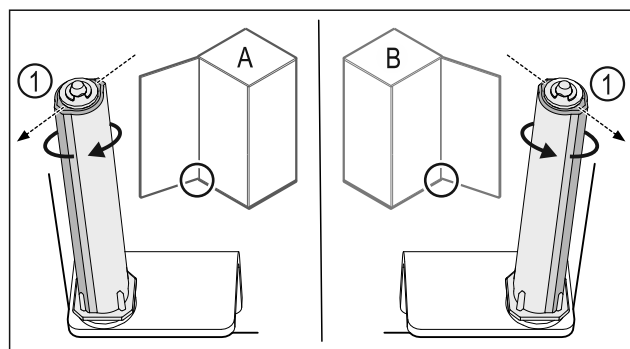

Fig. 45 Vasakpiiraja (A) / parempiiraja (B)
- Keerake sulgemissüsteemi vastu takistust, kuni sulgemissüsteemi vahetugi Fig. 45 (1) on suunatud väljapoole.